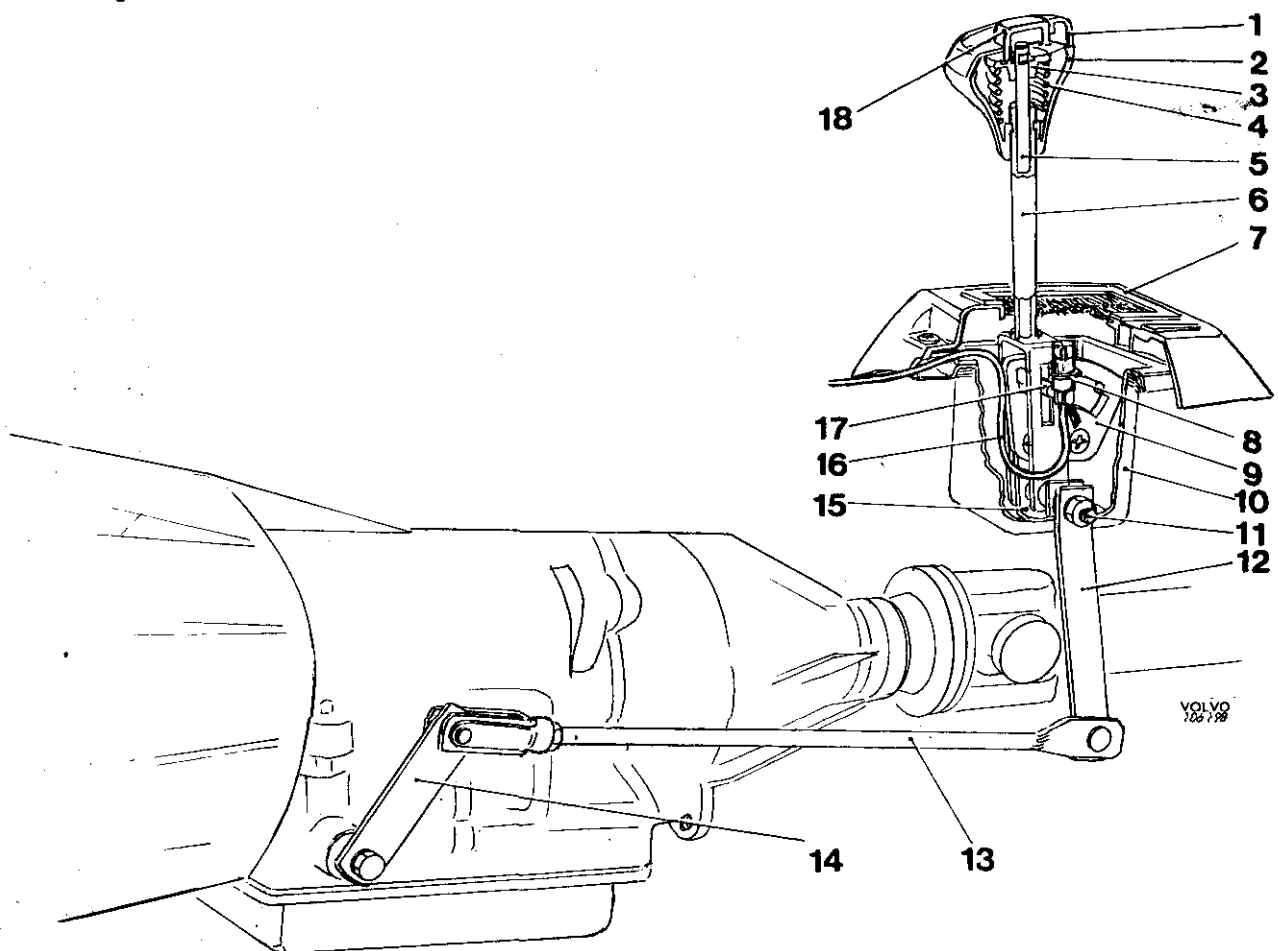

Abb. 4—11 Wählhebelmechanismus
8. Mit dem Wählhebel in den Schaltstellungen D und 2 das Spiel in der Schaltkulisse prüfen. Entspr. Abb. 4—5 soll das Spiel bei A und B für beide Schaltstellungen gleich groß sein. Gemessen am Bürstenhalter für den Wählhebel soll das Spiel mindestens 1 mm betragen. Wenn erforderlich, einstellen. Kontrollieren, daß sich das Spiel beim Durchwählen der Schaltstellung 1 und P nicht verändert. Abschließend überprüfen, daß die Abtriebswelle mit dem Wählhebel in P-Stellung gesperrt ist.